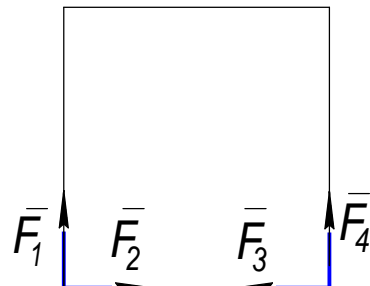

Рис.1.26
1.34. К вершинам квадрата приложены четыре силы $F_1 = F_2 = F_3 = F_4 = 1$ Н. Определить модуль равнодействующей этой системы сил (рис.1.26)